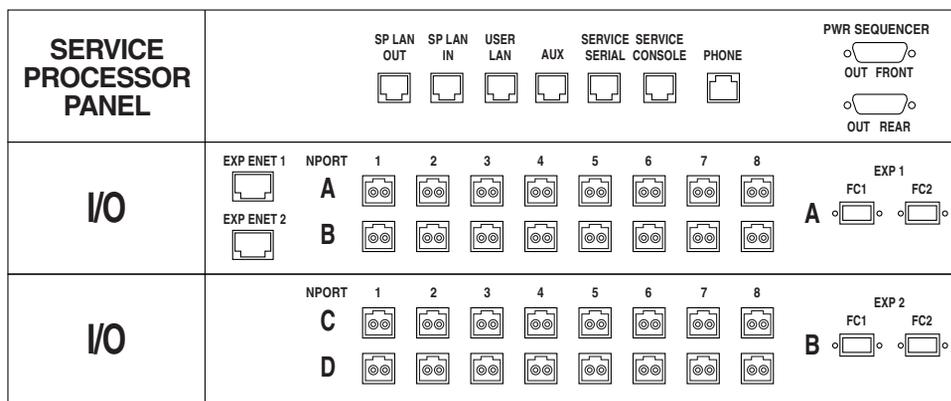
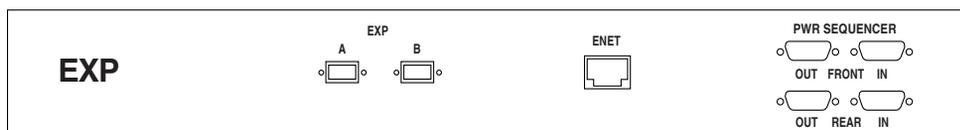

图 2-7 基本机柜服务面板
图 2-8 扩充机柜服务面板
基本机柜的服务面板具有两个 I/O 面板，其上的冗余光纤信道 (FC) 端口连接到扩充机柜（图 2-7）。扩充机柜的服务面板只有一个面板提供冗余 FC 端口（图 2-8）。